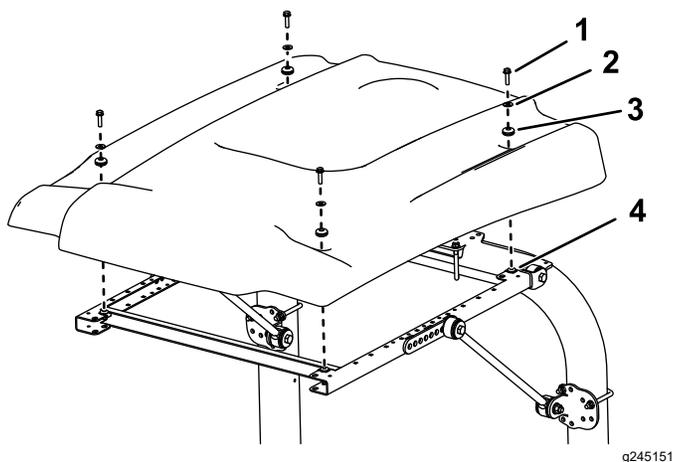

Figura 6
10. Durante l'allineamento dei fori di montaggio, posizionate il parasole sul telaio come mostrato in Figura 6.
11. Montate, senza serrarlo, ciascun angolo del parasole sul telaio con un bullone a testa flangiata (5/16" x 1/4") con una rondella piccola e un gommino (Figura 6).